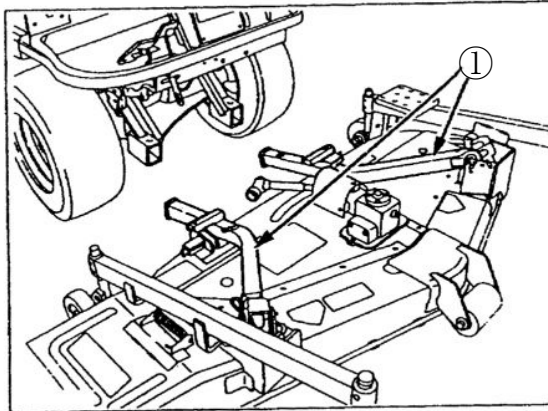

Figure 5
Position the Front Mower behind the Mower, Figure 5.
Positionner la tondeuse avant derrière la tondeuse. Figure 5.
1. Remove the lift arms ① from the Mower, Figure 5.
1. Retirer les bras de levage ① de la tondeuse, Figure 5.